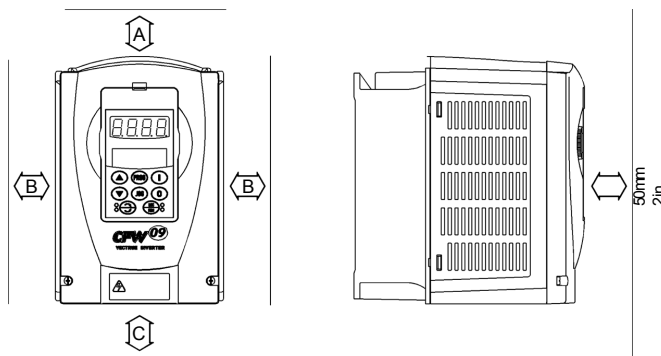

Figura 3.1 - Espaços livres para ventilação
- ☒ Deixar no mínimo os espaços livres ao redor do inversor como na Figura 3.1;